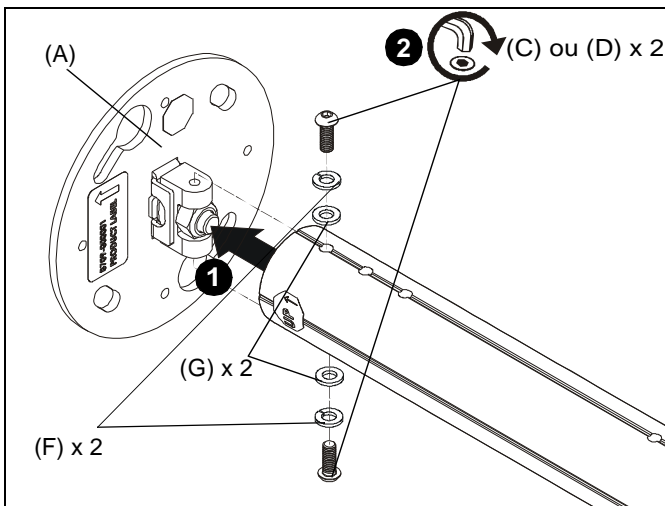

Figure 1
1. Placez la colonne d'extension (non incluse) sur le connecteur de la tige du CPA116 (A), en alignant les trous sur les tuyaux, les trous étant dans la tige. (Voir la Figure 1)
2. Utilisez deux vis à tête ronde M6 x 16 mm (C) ou deux vis de sécurité à tête ronde M6 x 16 mm (D), deux rondelles de sécurité M6 (F) et deux rondelles plates M6 (G) pour fixer la colonne d'extension à la tige du connecteur. (Voir la Figure 1)